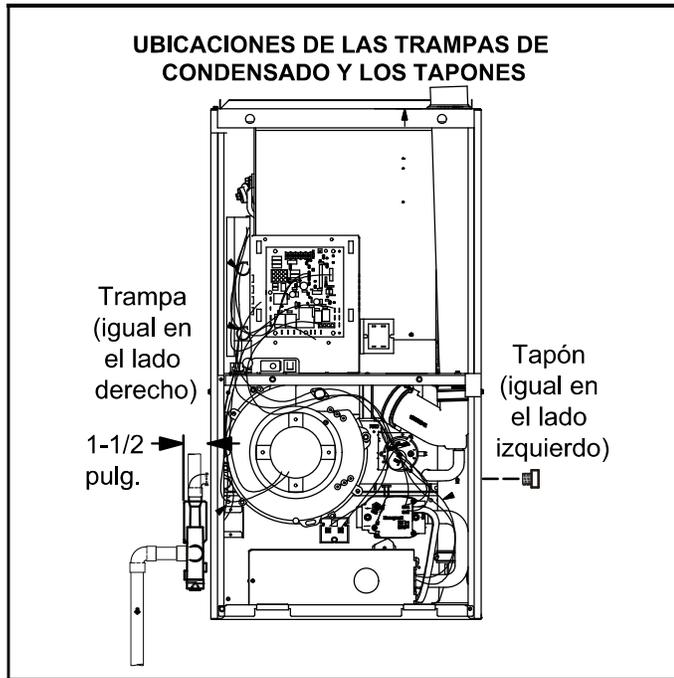

Figura 43
Esta unidad está diseñada para salida de la tubería de condensado a la derecha o a la izquierda. Consultar la Figura 43 para las ubicaciones de las trampas de condensado.
- 2 - Use un destornillador grande de punta plana o una extensión de la boquilla de accionamiento de 1/2" y retire el tapón (Figura 43) de la caja del cabezal del extremo frío en la ubicación apropiada en el costado de la unidad. Instale el accesorio del codo macho hembra de 3/4 NPT en la caja del cabezal del extremo frío. Use cinta de Teflón o un recubrimiento para tuberías apropiado.